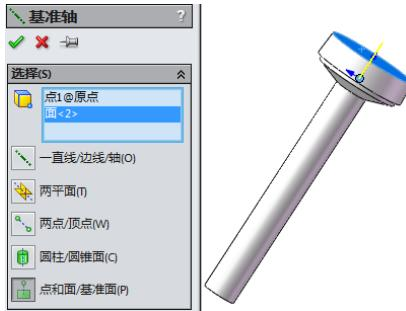

图 7-104 生成基准轴
**11** 新建基准轴。在菜单栏中选择“插入” $\rightarrow$ “参考几何体” $\rightarrow$ “基准轴”命令，或者单击“特征”工具栏中的“基准轴”图标按钮 $\text{H}$ 。在“基准轴”属性管理器上的选择点和面按钮 $\text{I}$ ，选择原点和按钮顶面，单击“确定”图标按钮 $\text{G}$ ，生成基准轴，如图 7-104 所示。